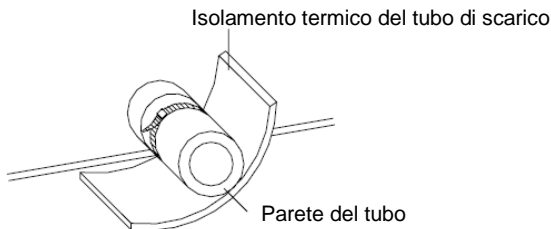

Fig.13: Isolamento termico del tubo di scarico
- a. Il tubo di scarico deve essere installato con una pendenza di 5–10° per consentire un buon scarico della condensa. I giunti del tubo di scarico devono essere coperti con un materiale d'isolamento termico per prevenire la formazione della condensa sul tubo (vedere fig. 13).